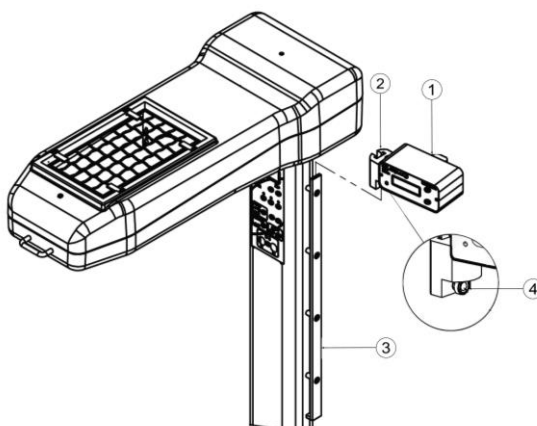

Figura 68 – Montagem do Mancal da Balança
- Encaixar o mancal (2) da balança (1) na régua de fixação de acessórios (3), conforme figura 68.
- Posicionar o mancal (2) na posição desejada da régua (3) e girar o manípulo (4) para direita para fixação da balança.